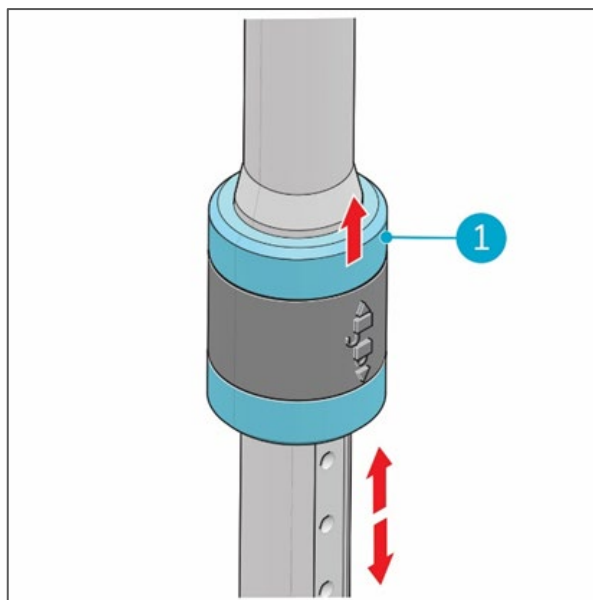

Figure 15
Tirez le bouton (Figure 15, pos. 1) du manche vers le haut pour le déverrouiller, réglez la longueur du manche, puis relâchez le bouton pour verrouiller.